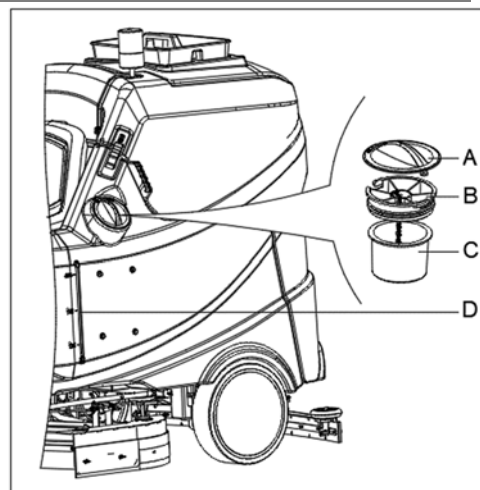

Figura 11
1. Abra a tampa de entrada de água (A, Figura 11).
3. Não encha o tanque em demasia; consulte o volume de água no indicador do nível de água (D).